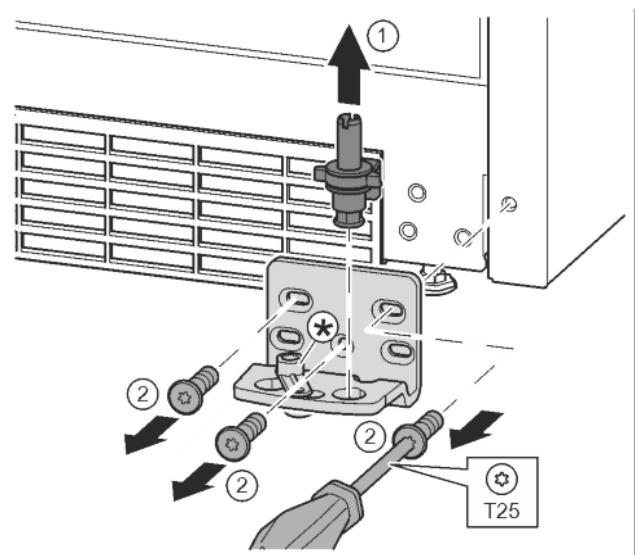

Fig. 16
- ▶ Izvucite podložak ležaja kompletno prema gore. Fig. 16 (1)
- ▶ Odvijačem T25 odvijte vijke i skinite podložak ležaja. Fig. 16 (2)